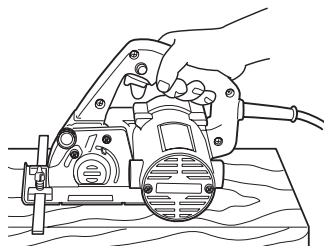

図 9
- (2) のこ刃が材料に触れない状態でスイッチを入れます。そのまま本機をゆっくり前方に進め、切り終わるまでこの状態を保つようにしてください。(図9)